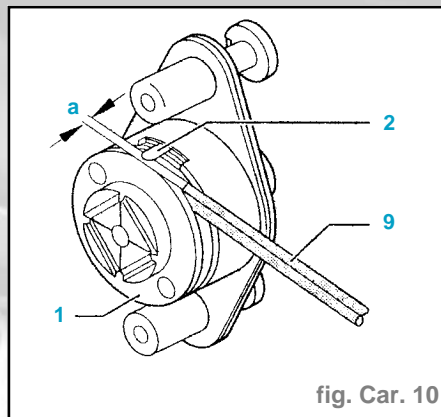

fig. Car. 10
- Régler la douille filetée -1- (filet à gauche) à une distance de **a = 3 mm**. Vérifier la distance p. ex. avec une clé mâle coudée pour vis à six pans creux -9-. Reposer la butée caoutchouc (fig. Car. 10).